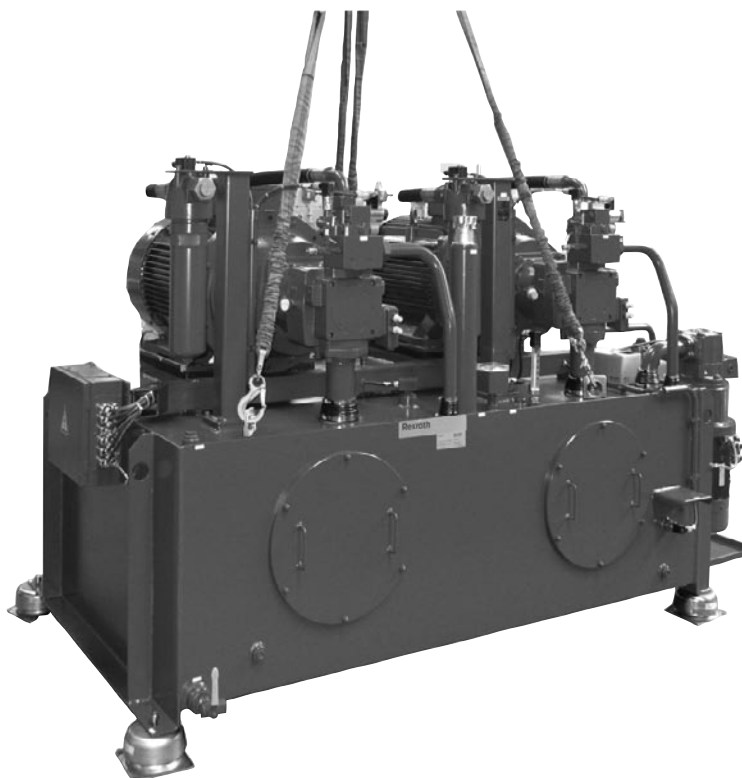

Fig. 5: Utilisation de sangles de levage et de points d'accrochage
- ▶ Utilisez les endroits et les points d'accrochage prévus pour le levage (voir fig. 5 et 6).